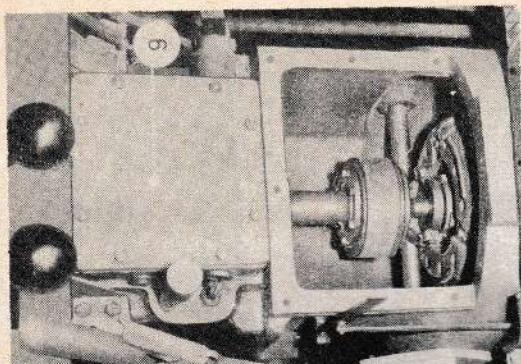

Bild 29
## 5.300 UMSCHAUTKUPPLUNG (Bild 29 bis 33)
Sie besteht aus 2 Sätzen von Lamellenkupplungen (1) und (2) Bild 29, von welchen die nach der Treibachse zu gelegene als Vorwärtskupplung (1), die andere als Rückwärtskupplung (2) dient.
5.301 Beim Einschalten der gewählten Fahrtrichtung werden die Hebel (3) durch die Kurvenbahn der Muffe (4) nach innen geführt und drücken mit